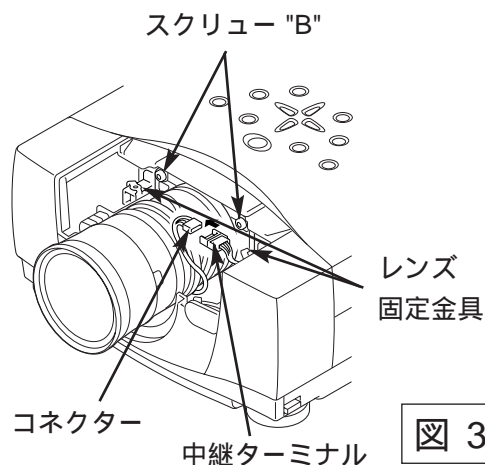

図 3
### 3 レンズを外す。(図3、4参照)
4. レンズモーターのコネクターを中継ターミナルに接続します。(図3参照)